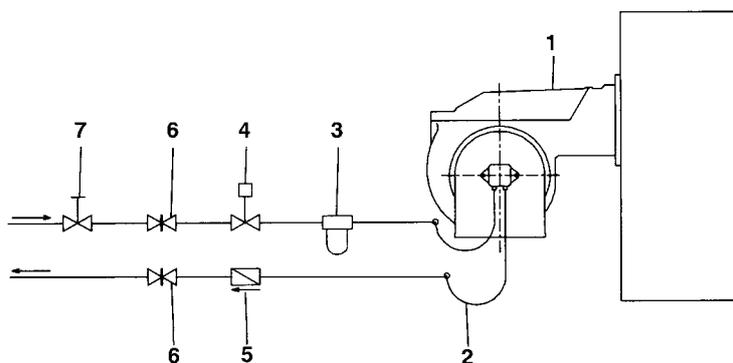

Рис. 6 - Двухтрубная система
1. Установить фланец на трубе. Использовать соответствующую газу оснастку (Рис. 6)
2. установить устройство MBC...SE и уделить особое внимание прокладкам O-Ring (Рис. 6)
**ПРИМЕЧАНИЕ:** в системах с гравитационной подачей или с кольцевым контуром, установить автоматическое отсечное устройство (см. № 4-Рис. 6).